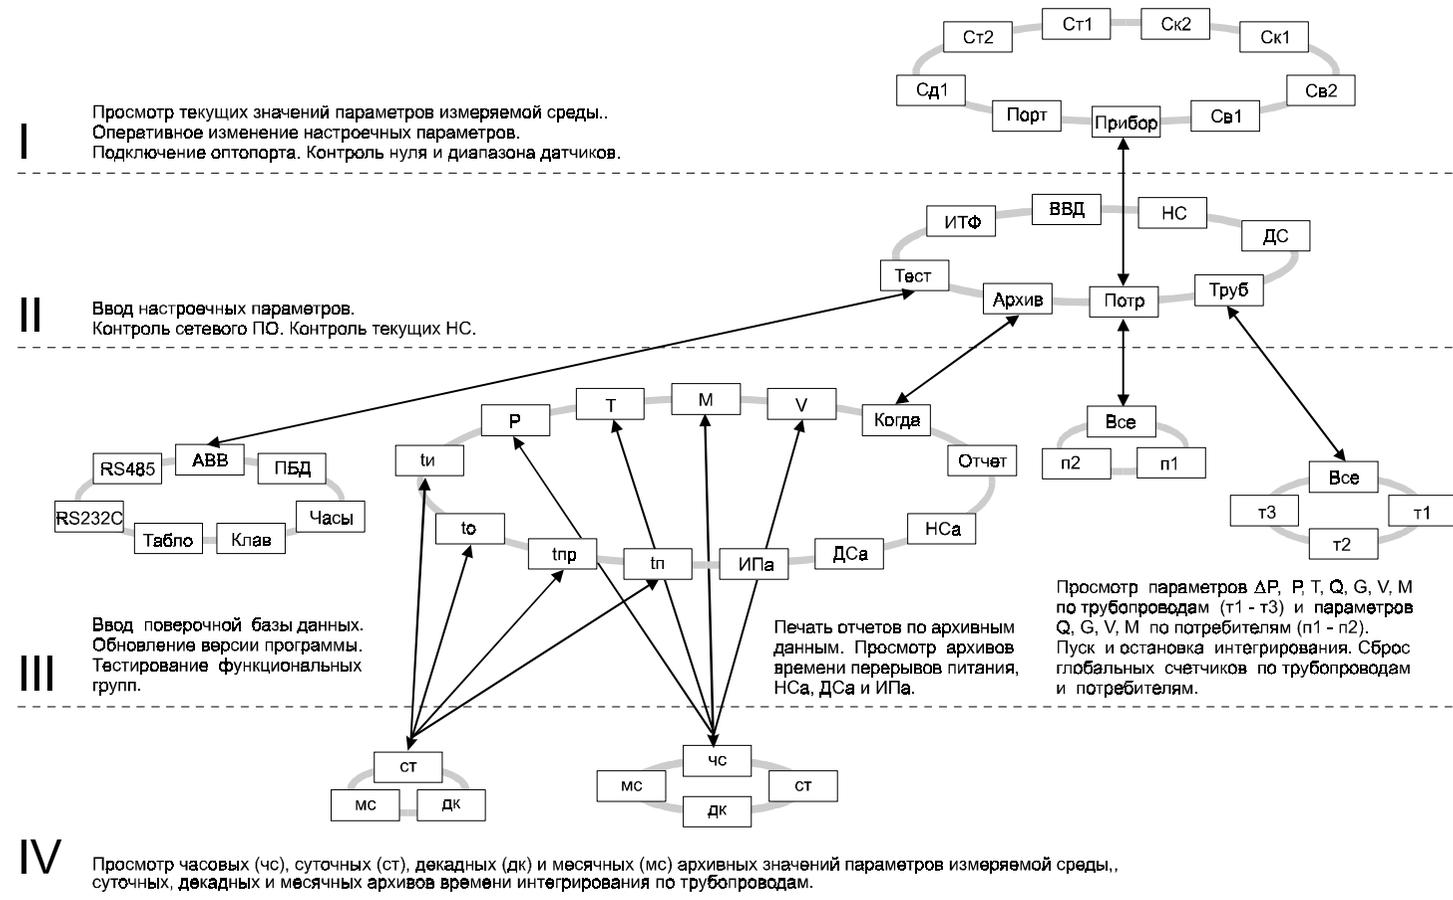

Рисунок 5.3 Структура меню корректора СПГ763
*Вывод* значений параметров с идентификацией параметров по их по *символьному обозначению* (см. 4.1) производится следующим образом. В соответствии со структурой меню (рисунок 5.3) и таблицей 5.1 тот или иной параметр может быть включен как элемент в один из *явно формируемых списков* в меню уровня I, или как элемент в *неявно формируемые списки* текущих нештатных ситуаций и диагностических сообщений в меню уровня II, или как элемент в *неявно формируемые списки* контролируемых параметров по трубопроводам и потребителям в меню уровня III (см. 5.6), или как элемент архива в меню уровня IV. Поэтому для вывода значения параметра нужно перейти в меню соответствующего уровня, выбрать там нужный пункт и войти в него (5.2). При входе в соответствующий пункт меню выводится значение первого параметра из заданной последовательности. Значению параметра *всегда* предшествует его символьное обозначение, за которым может следовать цифра номера трубопровода или магистрали, а после знака равенства отображается собственно значение параметра. Во второй строке размещена информация о дате и времени архивирования значения параметра, если выводится значение элемента архива. Для текущих значений параметров вторая строка - пустая.